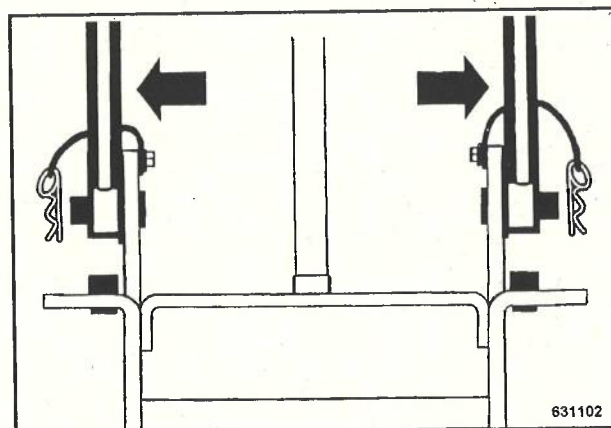

Fig. 1
- Extender el estribo guía (Fig. 1) con presión e insertarlo en las sujeciones.